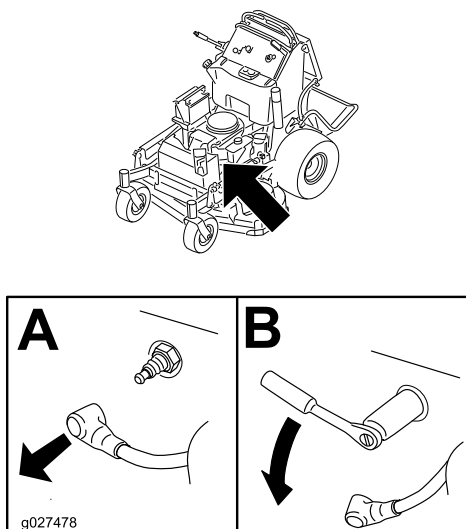

Figura 43
3. Retire a vela, como indicado na Figura 43.